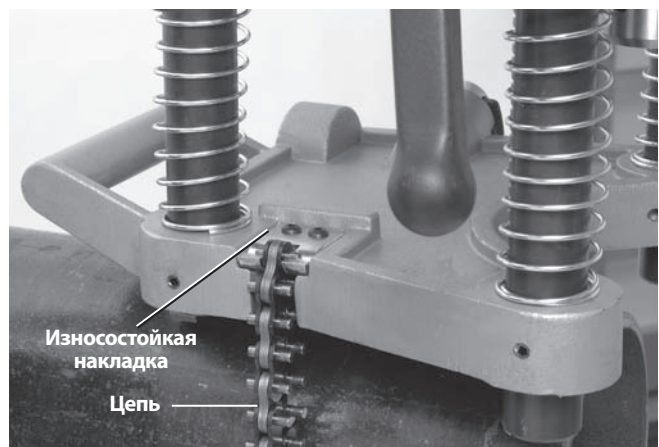

Рис. 5 - Крепление цепи HC-450
3. Для обеспечения устойчивости и направления станка для вырезания отверстий всегда следует держать хотя бы одну руку на станке. Ухватитесь за конец цепи и плотно натяните ее вокруг трубы. Зацепите ближайший штифт цепи за износоустойчивую накладку и плотно затяните поворотную ручку для удержания станка для вырезания отверстий на трубе. (См. рис. 5.)